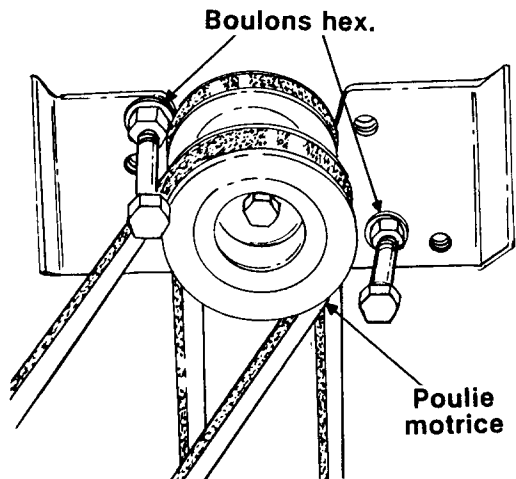

FIGURE 30
5. Enlevez les deux boulons qui maintiennent le support du levier de vitesses sur le châssis, sur la gauche du tracteur. Déplacez le support vers la droite pour que la courroie puisse être dégagée de la poulie de la transmission. Voir la figure 30.
3. Enlevez les deux boulons hex. (de retenue de la courroie) sur le dispositif de protection de la courroie de la poulie motrice. Voir la figure 30.
Vérifiez que les boulons hex. sont replacés de la manière illustrée à la figure 30.
5. Enlevez les deux boulons hex. (de retenue de la courroie) du dispositif de protection de la courroie de la poulie motrice. Voir la figure 30.
Vérifiez que les boulons hex. sont replacés de la manière illustré à la figure 30.